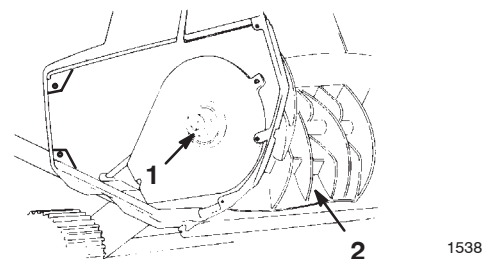

Figure 14
2. A l'aide d'une clé Allen de 5/16 pouce, tournez l'arbre de rotor dans le sens horaire (filetage à gauche) tout en tenant le rotor (Fig. 14).